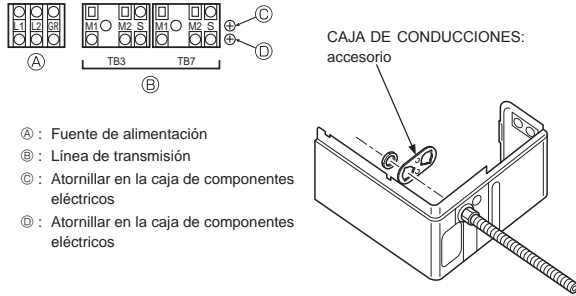

Fig. 6-1
6.2. Caja de control y posición de conexión de los cables (Fig. 6-1)
- Conecte la línea de transmisión de la unidad interior al bloque de terminales de transmisión (TB3) o conecte el cableado entre las unidades exteriores o el del sistema de control central al bloque de terminales del control central (TB7). Al utilizar un cable blindado, conecte la toma de tierra blindada de la línea de transmisión de la unidad interior al tornillo de tierra (Ⓒ o Ⓓ) y conecte la toma de tierra blindada de la línea entre las unidades exteriores y la línea de transmisión del sistema de control central al terminal blindado (S) del bloque de terminales del control central (TB7). Además, en el caso de las unidades exteriores cuyo conector de alimentación CN41 se ha sustituido por el CN40, el terminal blindado (S) del bloque de terminales (TB7) del sistema de control central también debe conectarse al tornillo (Ⓒ o Ⓓ) utilizando el cable suministrado.